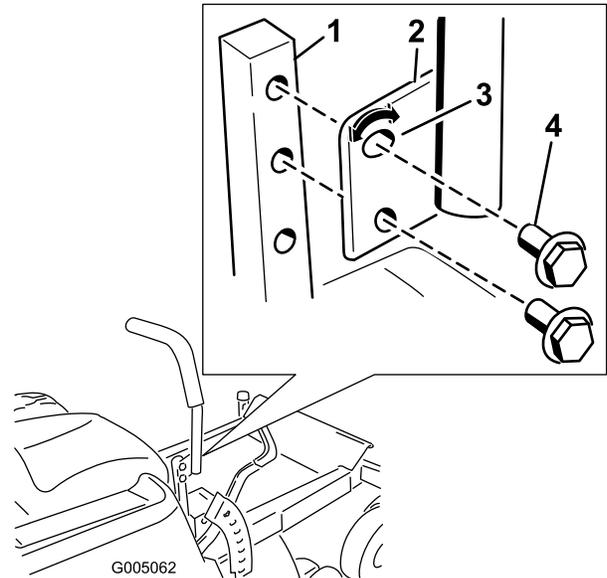

Figura 21
- Retire los 2 pernos que fijan la palanca de control al brazo de la palanca (Figura 21).
- Mueva la palanca al juego de taladros siguiente. Fije la palanca con los 2 pernos (Figura 21).
- Afloje el perno inferior lo suficiente para poder desplazar hacia adelante o hacia atrás la palanca de control (Figura 21). Apriete ambos pernos para fijar el control en la posición nueva.